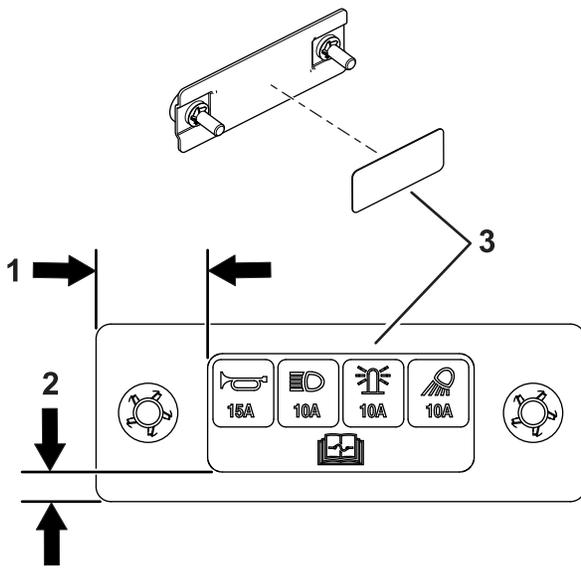

**Bild 10**
11. Schließen Sie die Rundstecker noch nicht an, wie in **Bild 10** dargestellt.